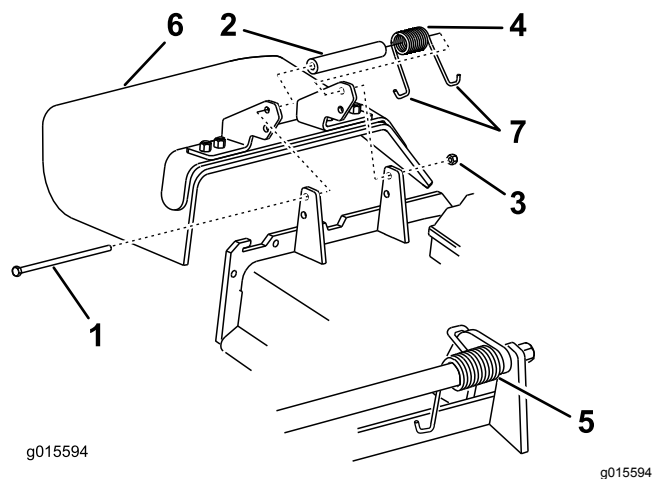

Figura 105
1. Retire la contratuerca, el perno, el muelle y el espaciador que sujetan el deflector a los soportes de pivote (Figura 105).
2. Retire el deflector de hierba dañado o desgastado (Figura 105).
Nota: Asegúrese de colocar el extremo en J del muelle detrás del reborde de la carcasa antes de instalar el perno, según se muestra en Figura 105.
6. Coloque el gancho en J del muelle alrededor del deflector de hierba (Figura 105).